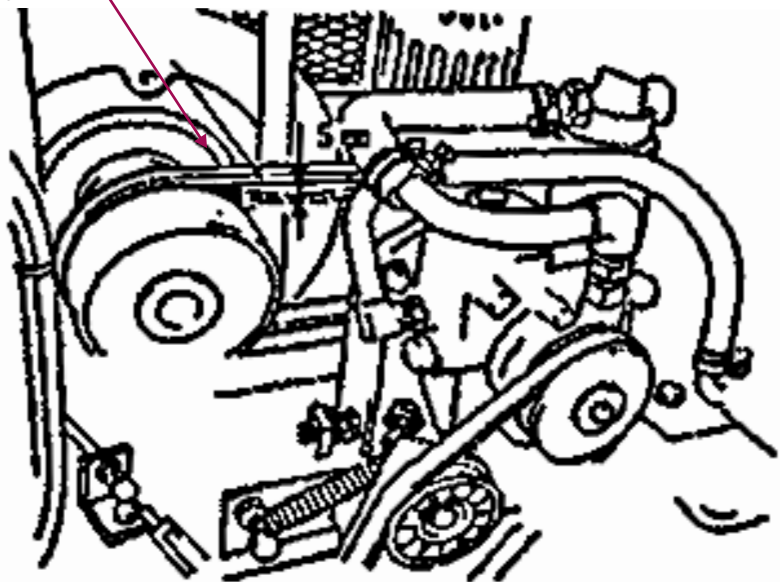

FIGURA 4
2.1 Afrouxe quatro correias, que fixam o Suporte da Bomba, e gire o Parafuso de Ajuste até a tensão necessária for atingida. A correia deve flexionar 5mm, no centro entre a Embreagem Centrífuga e Polia da Bomba. (Figura 4)